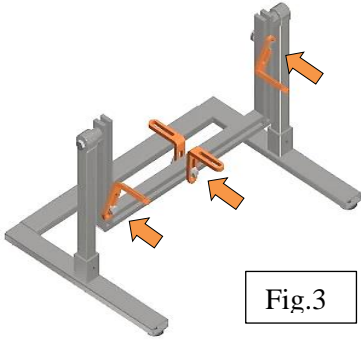

Fig.3
-una coppia nella corsia sottostante in modo da sostenere il motore (Fig. 3).
-una altra coppia nelle corsie laterali (Fig 3).
- a couple in the lane below to support the engine (Fig. 3).
- another couple in the side lanes (Fig 3).